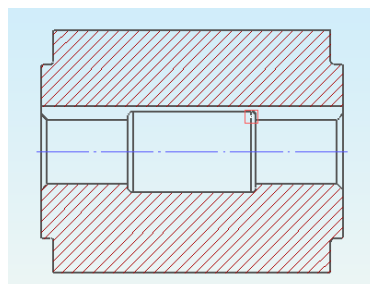

Рисунок 4
2.3 Копируем еще один контур (Рисунок 4).